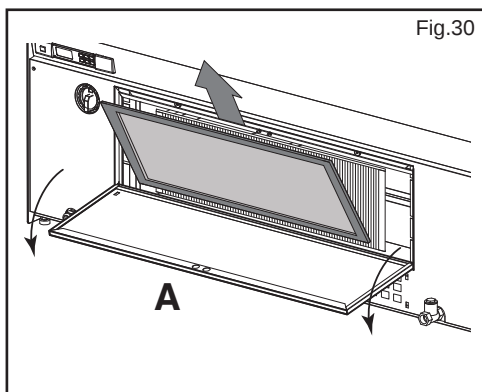

Fig.30
- Abrir la tapa del filtro condensador (Fig.30 pos.A)